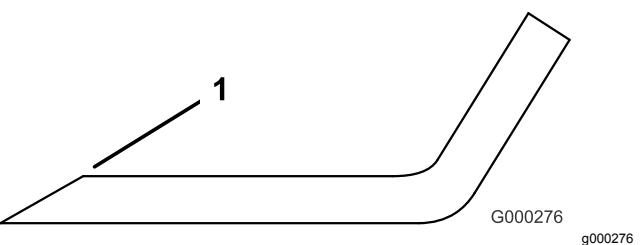

Figura 131
3. Inspecione los filos de corte de todas las cuchillas, y afílelos si están romos o tienen mellas (Figura 131).
Nota: Afile únicamente la parte superior del filo y mantenga el ángulo de corte original para asegurar un filo correcto (Figura 131). La cuchilla permanece equilibrada si se retira la misma cantidad de material de ambos filos de corte.